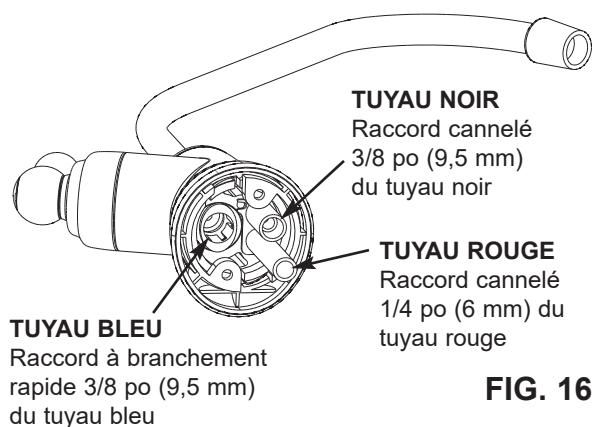

FIG. 16
10. Insérez le tuyau à fond dans le raccord cannelé 1/4 po (6 mm) du robinet OI. Voir Fig. 16.